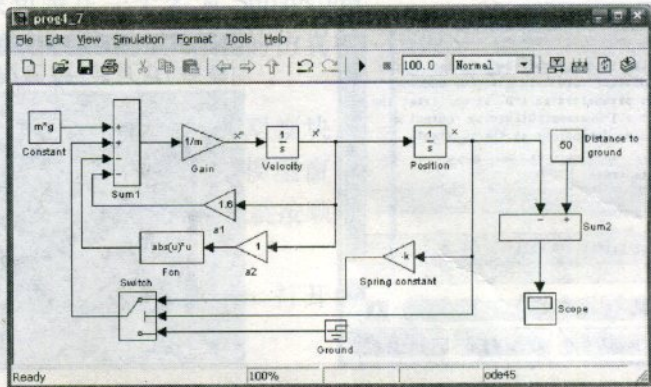

图 4.18 蹦极系统的仿真系统
(1) Continuous 模块库中的 Integrator 积分模块，用来实现系统中的积分运算，本模型中的两个积分模块的标签分别改写为“Velocity”和“Position”。
(2) User-Defined Functions 模块库的 Fcn 模块，用来实现空气阻力函数关系。
(3) Commonly Used Blocks 模块库中：① 求和模块 Sum，实现求和运算；② 增益模块 Gain，分别提供变量的因子系数 k 以及 a_1 和 a_2 ；③ 两个输入的选择模块 Switch，用来实现系统中弹力绳索的函数关系式(4.19)；④ 接地模块 Ground，联结 Switch 模块一个空闲的输入端口。
(4) Sources 库中的两个 Constant 常量模块，一个模块提供模型中常数项 mg 之值；另一模块取值“50”，表明蹦极者相对于地面的距离。
(5) Sinks 库中的 Scope 示波器模块，以图形方式输出蹦极系统的仿真结果。蹦极系统的仿真系统如图 4.18 所示(命名为 prog4_7)。
(1) 将图 4.18 所示的模型复制到一个新的模型窗口. 这一步是必要的,因为模型一旦被“打包”,就不再可能“解包复原”.